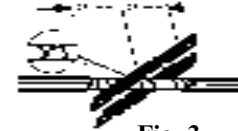

Fig. 3
- Sciez sur env. 1 mm perpendiculairement au profil à l'aide d'une scie à métaux et rompez le flexible (fig. 3).